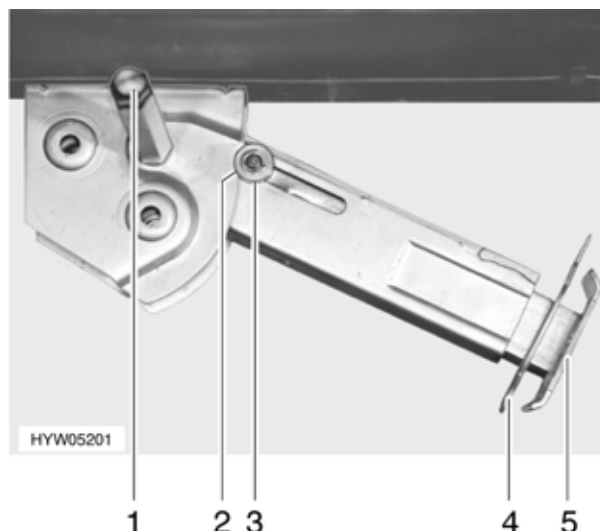

Fig. 22 Piedino di stazionamento
- Inserire la chiave a tubo nell'esagonale (Fig. 22,1) e girare fino a quando il piedino di stazionamento non si trova in posizione verticale verso il basso.
- Estrarre la copiglia (Fig. 22,4) dal prolungamento dell'estremità del piedino (Fig. 22,5).
- Inserire la chiave a tubo nell'esagonale (Fig. 22,1) e girare fino a quando il piedino di stazionamento non si stacca dal terreno.
- Spingere completamente all'interno il prolungamento dell'estremità del piedino (Fig. 22,5) e inserire la copiglia (Fig. 22,4) nel foro apposito.
- Girare la chiave a tubo nell'esagonale (Fig. 22,1), fino a quando il piedino di stazionamento non è sollevato verso l'alto e la guida (Fig. 22,3) è rientrata totalmente nell'intaglio (Fig. 22,2).
- Accertarsi che tutti i piedini di stazionamento siano completamente chiusi, che tutti i prolungamenti siano totalmente rientrati e fissati con la copiglia (Fig. 22,4), e che la guida (Fig. 22,3) sia rientrata nell'intaglio (Fig. 22,2).